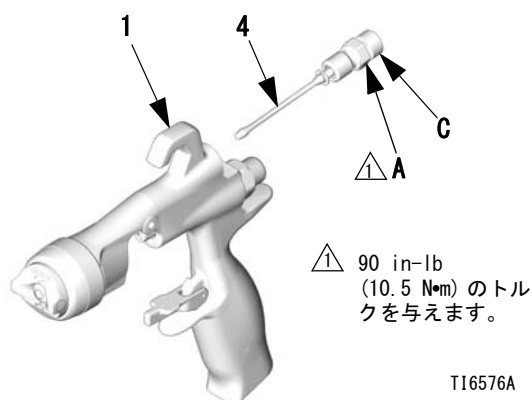

図 . 34
- ファンバルブパッキンナット (A) をガンボディ (1) 背面から外します。ファンバルブアセンブリ (4) をガンボディからスライドさせて外します。図図 . 34 を参照のこと。
- 再取り付け前には、シート (5c) の損傷を防ぐため、交換用ファンバルブアセンブリ (4) のパターン調節バルブ (C) を完全に反時計回りに回しておきます。ガンボディ (1) に交換用ファンバルブを取り付けます。ガンボディにパッキンナット (A) をねじ込み、90 in-lb (10.5 N•m) のトルクを与えます。